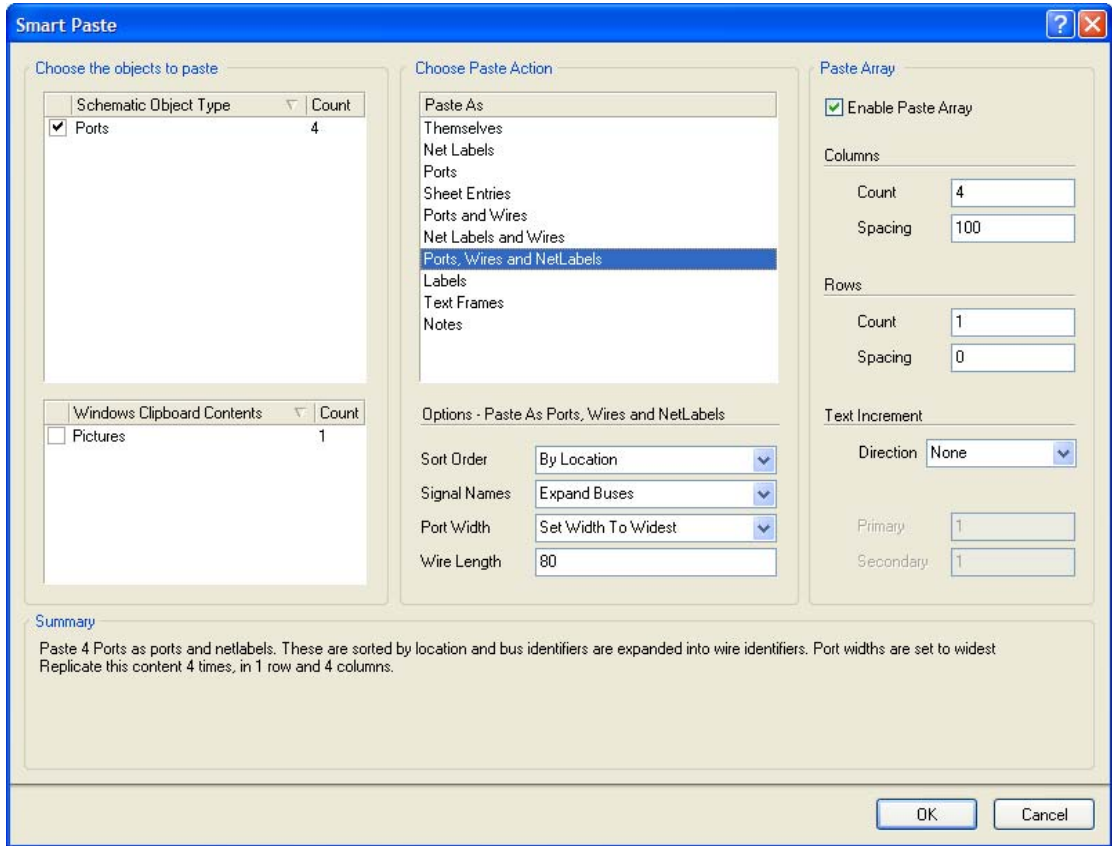

图 53: 智能粘贴对话框
- 从菜单中选择“Edit » Smart Paste”或快捷键（Ctrl+Shift+V），将弹出智能粘贴对话框，如图 53 所示